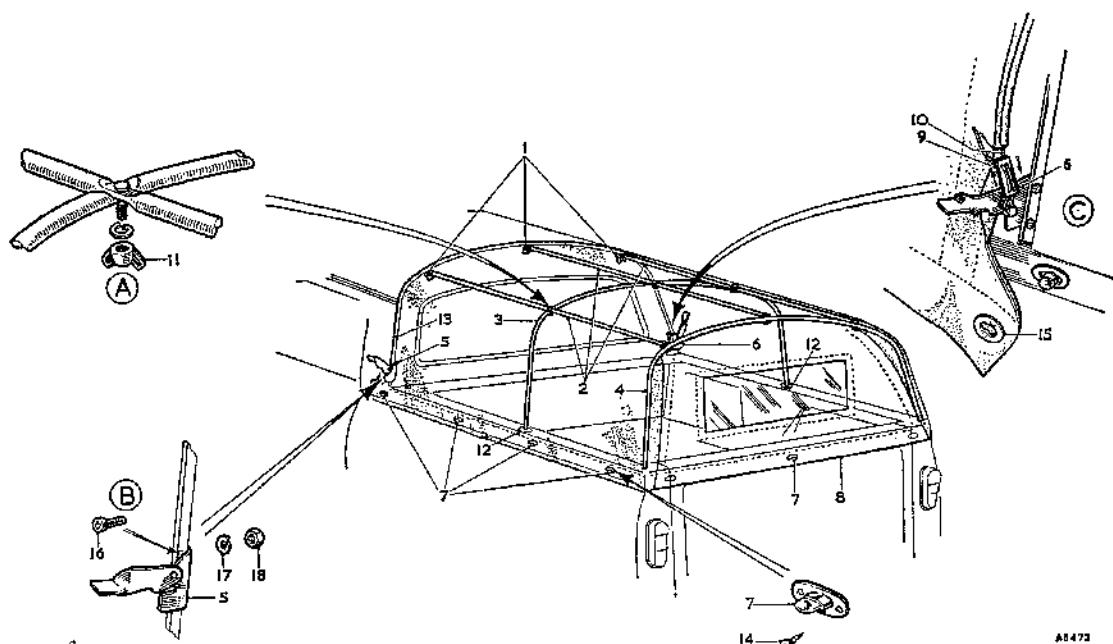

Fig. R. 3
- (2) Colocar los extremos del arco central dentro de los zócalos en la posición central.
- (3) Empezar a colocar los espárragos de uno de los tirantes en el agujero que hay en el soporte central en la parte superior del arco posterior, el agujero central taladrado en la parte superior del arco central y el agujero del soporte central unido a la parte posterior de la cabina, arriba (ver la Fig. R.3). Colgar una arandela de resorte y tuerca de aletas a cada espárrago y apretar a fondo (recuadro (A) de Fig.R.3). Repetir esta operación con los otros dos tirantes, utilizando los agujeros de fijación de los soportes y arco central en ambos lados de los puntos de fijación del centro.
- (4) Colocar el conjunto de soporte de palanca, mano derecha, en la cara posterior del canal fijado alrededor de la parte trasera de la cabina con la cara taladrada del soporte contra el canal, su borde inferior aproximadamente alineado con el borde superior de la costura (travesaño de la carrocería a la casina). La palanca unida al soporte debe encarar hacia afuera y el pasador de palanca debe encarar hacia adelante.
Marcar la posición de dos agujeros de la cara taladrada del soporte en la carrocería y taladrar dos agujeros de 5,16 mm. de diámetro. Fijar el soporte al canal por medio de dos de los tornillos de cabeza de cubeta No.10, tuercas, y arandelas de resorte, con las cabezas de los tornillos encarando hacia afuera (ver recuadro (B) de la Fig.R.3). Repetir esta operación con el soporte de la izquierda del lado izquierdo del canal.
- (6) Colocar el toldo, con la superficie suave hacia arriba, sobre el bastidor de toldo con el cable de fijación en la parte delantera. Disponer lo necesario para que la costura longitudinal del centro quede centrada a lo largo del tirante central; la costura transversal central debe estar también centralizada respecto al arco central.
gún convenga la longitud del cable (véase recuadro (C) de la Fig. R.3).